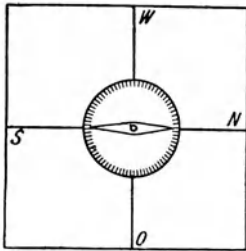

Fig. 181.
**Anleitung.** a) Befestige auf dem Tisch mit zwei Stecknadeln das Blatt Papier. Zieh durch seine Mitte eine Gerade, die parallel zur Bussolennadel, also von Süden nach Norden läuft, und senkrecht dazu eine Gerade in der Richtung von Osten nach Westen. Lege die Busssole mit ihrer Mitte auf den Schnittpunkt beider Geraden und drehe sie so, daß der Nordpol über dem Nordpunkt (oder dem Nullpunkt) der Rose einspielt (Fig. 181).